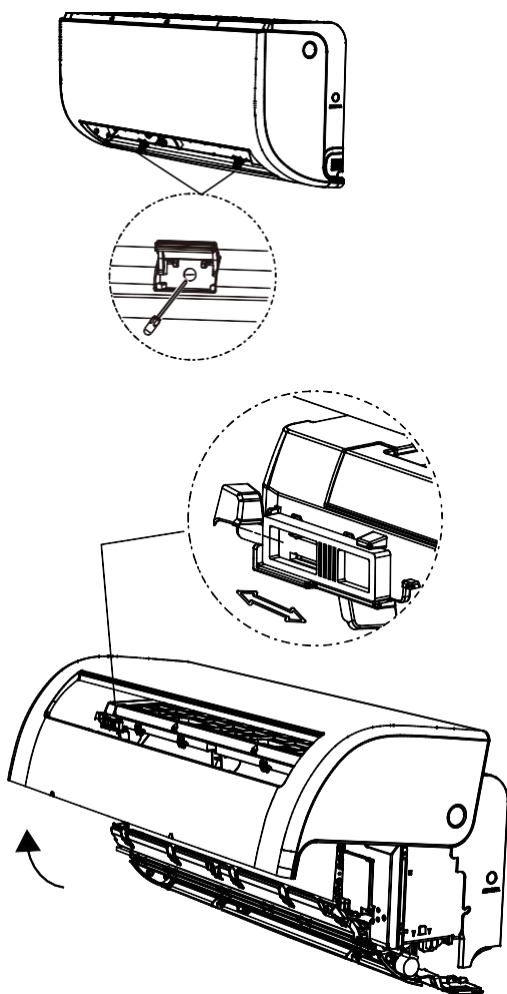

Abb. 4.7
2. Schrauben Sie die Schrauben ab, wie auf der nächsten Abbildung gezeigt, danach öffnen Sie das Panel und fixieren Sie die Position mit einem Schloss (Siehe Abb. 4.7).
- Öffnen Sie die vordere Abdeckung der Inneneinheit indem Sie die Schrauben lockern wie auf der Abbildung 4.7, dort befindet sich viel Platz zum Anbringen des Kabels.